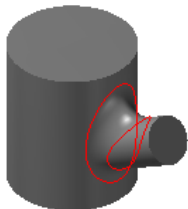

图 7.3.17 半径
- ☒ **半径** 单选项：用于设置使用半径的方式限制圆角过渡。使用此种方式创建的圆角可使圆角面的圆角半径保持不变，如图 7.3.17 所示。